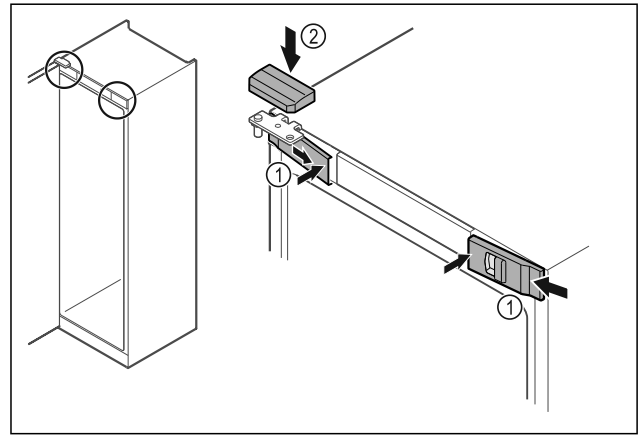

Fig. 45
- ▶ Akassza be oldalt az elülső burkolatokat Fig. 45 (1), és belül pattintsa be.
- ▶ Felülről pattintsa be a felső burkolatot Fig. 45 (2).